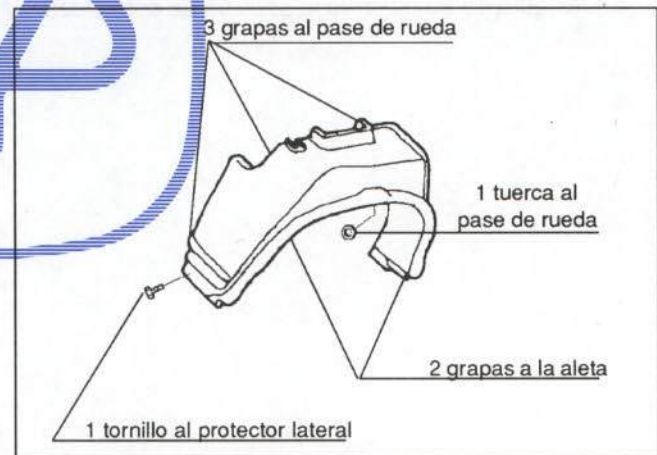

Figura 17.- Fijación del guardabarros de aleta
La figura 17 presenta su fijación.
- Guardabarros delanteros (figura 17)
- Guardabarros delantero (figura 17)